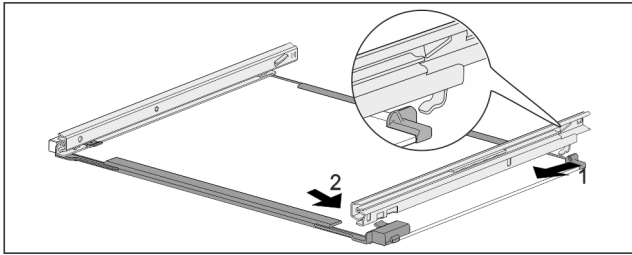

Fig. 72 Placa de sticlă cu șine
- ▶ Agățați șina în partea din spate. Fig. 72 (1)
- ▶ Înclicetați șina în partea din față. Fig. 72 (2)